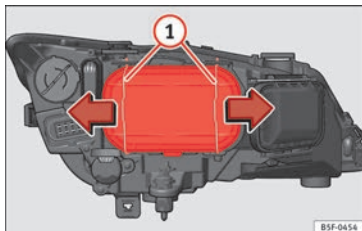

Abb. 205 Abblendlicht
- Verschieben Sie die Streben »» Abb. 205 ① in Pfeilrichtung und nehmen Sie den Deckel ab.